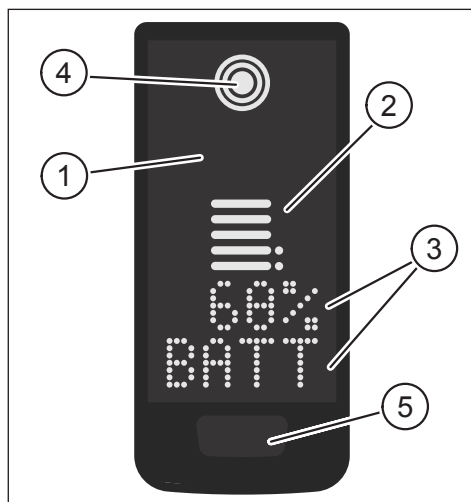
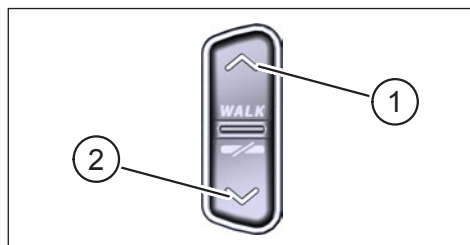

Fig. 1: Funzionamento e componenti di indicazione su Display
Fig. 2: Funzionamento sul Remote
Pos. in Fig. 1	Descrizione
Pos. in Fig. 2	Descrizione
- ▶ Tenga premuto il pulsante su Display (Pos. 5 in Fig. 1) e il pulsante GIÙ su Remote (Pos. 2 in Fig. 2) per almeno 5 secondi.
- Con un **doppio clic** pressione sul pulsante Display (Pos. 5 in Fig. 1) si passa alla vista successiva.
- Prema il pulsante GIÙ sul comando Remote (Pos. 2 in Fig. 2).
- Prema il pulsante sul comando Display (Pos. 5 in Fig. 1).